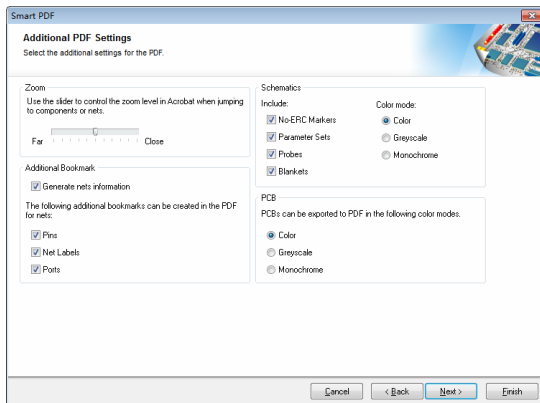

图 16-35 Additional PDF Settings 界面
(6) 单击 Next 按钮, 进入 Additional PDF Settings 界面, 如图 16-35 所示, 可以设置额外的 PDF 打印选项。